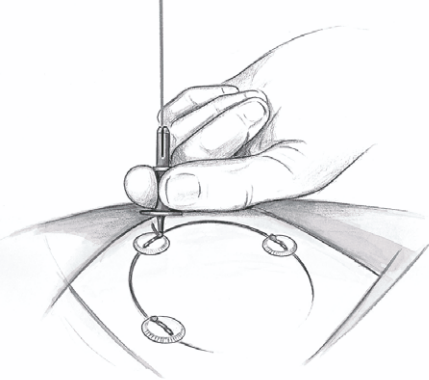

图 9
- ▶ 用一只手握住结点推进器 4，另一只手握住手柄 2，见图 9。